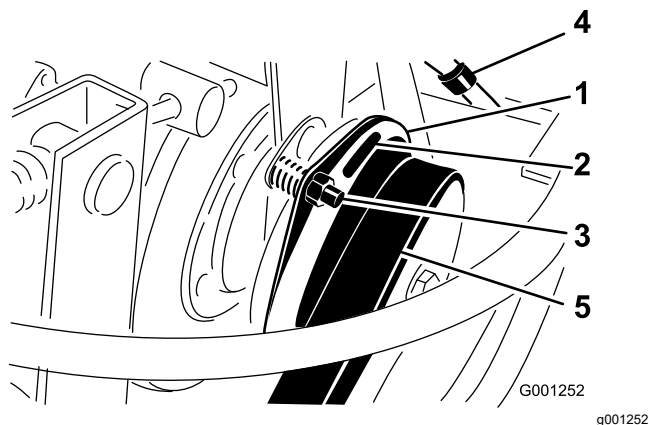

Рисунок 95
6. Отрегулируйте зазор так, чтобы толщиномер на 0,4 мм мог проходить между накладкой муфты и фрикционной пластиной с легким усилием (Рисунок 95).
Примечание: Этот зазор можно уменьшить, поворачивая регулировочную гайку по часовой стрелке (Рисунок 95). Максимальный рабочий зазор составляет 0,7 мм. Отрегулируйте все три зазора.